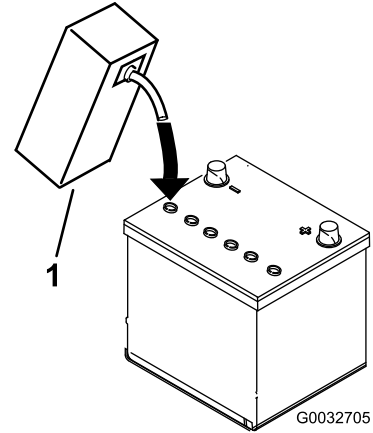

Figure 7
3. Versez de l'électrolyte avec précaution dans chaque élément jusqu'à ce que les plaques soient recouvertes par environ 6 mm (¼ po) de liquide (Figure 7).
4. Attendez environ 20 à 30 minutes que les plaques aient le temps de s'imprégner d'électrolyte. Faites l'appoint au besoin pour faire monter le niveau de liquide à environ 6 mm (¼ po) en dessous du creux de remplissage (Figure 7).